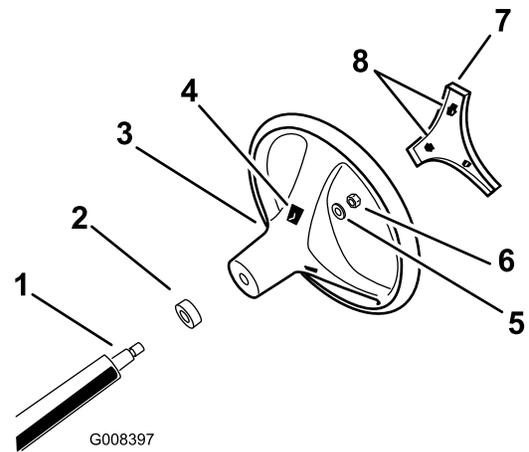

Bild 3
- Befestigen Sie das Lenkrad mit der Sicherungsmutter an der Welle (Bild 3).